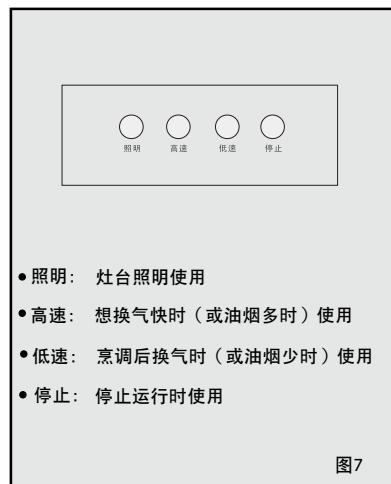

图7
5、按下“高速”开关，电机高速运转，按下“低速”开关，电机变为低速运转，可循环进行，按“停止”键一次，电机停止运转（见图7）。